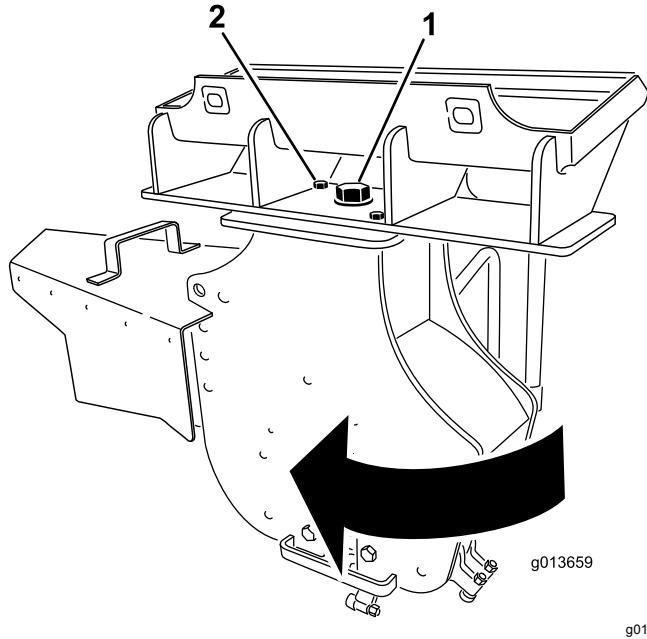

Figura 13
3. Afloje el perno grande situado encima del desbastador (Figura 13).
4. Retire el perno delantero y la tuerca que sujetan el desbastador (Figura 13).
5. Gire el desbastador 30 grados en el sentido de las agujas del reloj (Figura 13).
6. Apriete el perno grande situado encima del desbastador a 406 N·m, según se muestra en Figura 13.
7. Instale el perno y la tuerca en el taladro delantero y apriételos a 101 N·m, según se muestra en Figura 13.
13. Afloje el perno grande situado encima del desbastador (Figura 13).
14. Retire el perno delantero y la tuerca que sujetan el desbastador (Figura 13).
15. Gire el desbastador 30 grados en el sentido contrario a las agujas del reloj (Figura 13).
16. Apriete el perno grande situado encima del desbastador a 406 N·m, según se muestra en Figura 13.
17. Instale el perno y la tuerca en el taladro delantero y apriételos a 101 N·m, según se muestra en Figura 13.